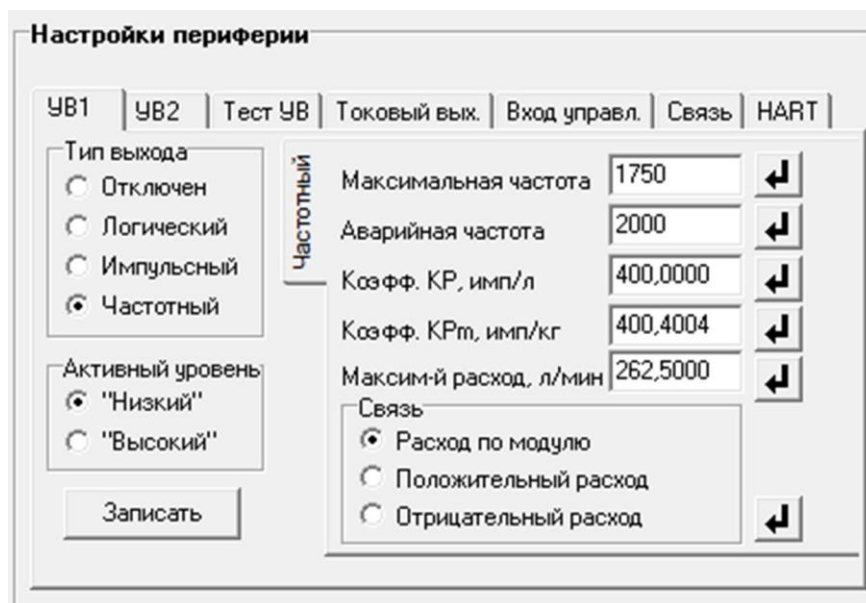

Рис.8. Вид группы «Настройки периферии».
2.4.1. Установочные параметры универсальных выходов находятся на вкладке **Основные параметры** основного окна программы «Монитор» в группе **Настройки периферии** (рис.8).